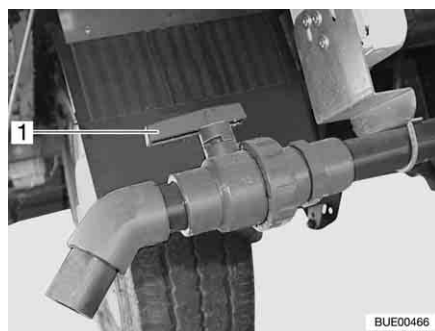

Fig. 223 Rubinetto di scarico
- Girare la maniglia (Fig. 223,1) del rubinetto di scarico nella direzione di scorrimento.